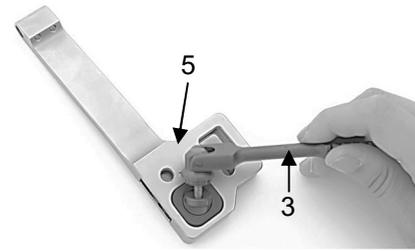

Fig. 15
En primer lugar, introduzca la palanca de accionamiento (3) en la escotadura prevista al efecto de la caja (5) (Fig. 15).